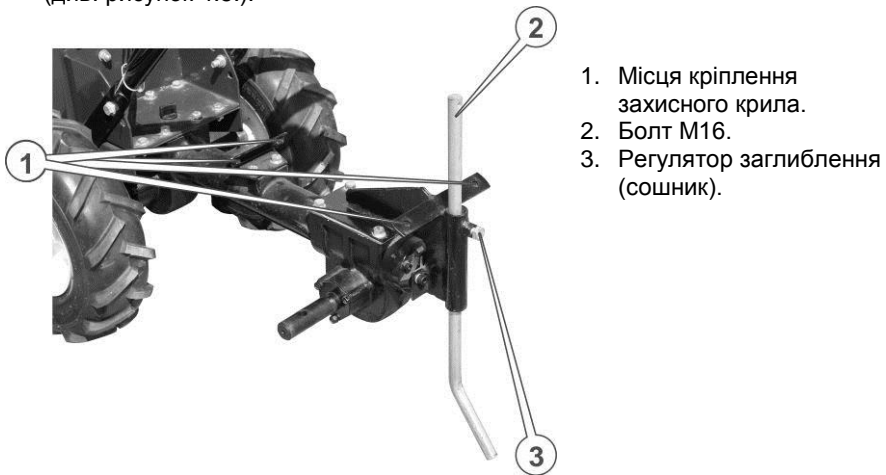

Рисунок 4.5. Місце кріплення захисних крил
6. Встановити в причіпну цапфу регулятор глибини обробки ґрунту (сошник), підняти регулятор у крайнє верхнє положення й зафіксувати його болтом М16, встановивши тим самим мотоблок у стійке горизонтальне положення (див. рисунок 4.5.).